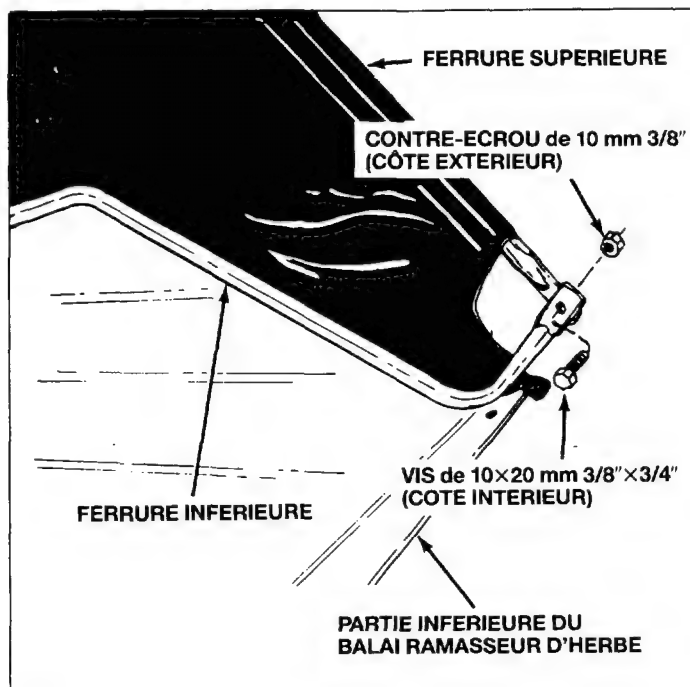

Fig. 17
6. Placez les ferrures inférieures montées dans la partie inférieure du réservoir d'herbe, comme le montre la figure 17.
7. Assemblez les extrémités supérieure et inférieure à l'aide de deux vis à tête hexagonale de 10×20 mm (3/8"×3/4") (sur le côté intérieur) et de deux contre-écrous de 10 mm (3/8") (sur le côté extérieur). Voir la figure 17. Ne les serrez pas trop fort pour que l'assemblage à vis puisse s'articuler entre les extrémités supérieure et inférieure des ferrures.